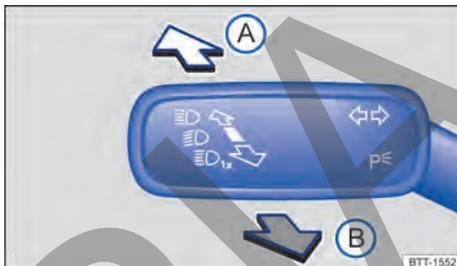

Fig. 70 En el lado izquierdo de la columna de dirección: palanca de los intermitentes y de la luz de carretera.
- Mueva la palanca de los intermitentes y de la luz de carretera desde la posición central a la posición deseada → fig. 70: